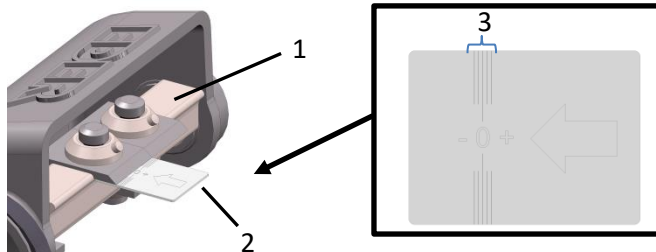

Fig. 5: Regolazione dei coltelli
- > Far scorrere il calibro di regolazione (2 - Fig.5) sotto il coltello in direzione della freccia fino al cilindro di scortecciatura (1 - Fig.5).
Attenzione: il tagliente del coltello deve trovarsi nell'area contrassegnata (3 - Fig.5).